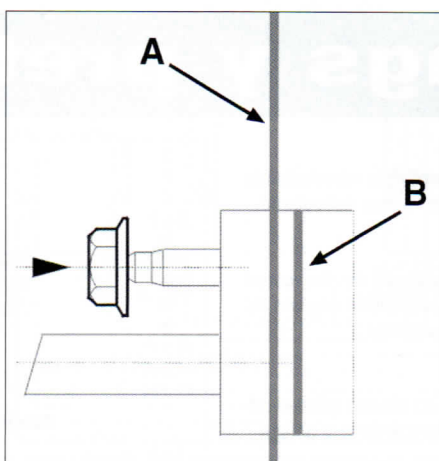

FIG. 18
Durante el montaje de las tuberías de climatización, la cara de apoyo (A) de la brida deberá presionar sobre la cara de apoyo (B) del condensador antes del apriete de la tuerca (**fig. 18**)